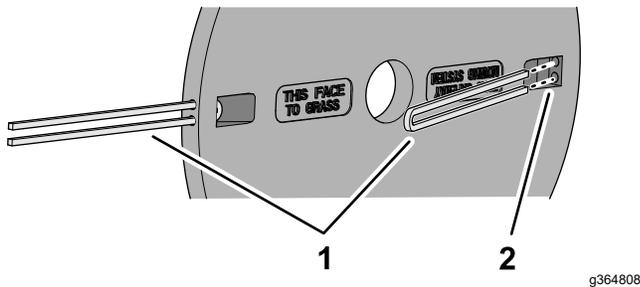

Bild 26
2. Tauschen Sie die existierenden Schneidfäden mit zwei neuen und gleichlangen Schneidfäden aus, wie in Bild 26 dargestellt.